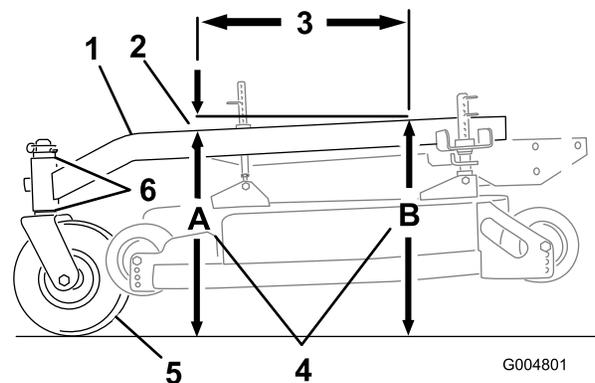

Figure 69
L'inclinaison avant/arrière du bâti porteur doit être comprise entre 3 mm (1/8 po) et 9 mm (3/8 po) sur 61 cm (24 po) de sa longueur (Figure 69).
- Mesurez 61 cm (24 po) sur le bâti porteur (Figure 69).
- Mesurez la hauteur du bâti porteur au point **A** (Figure 69).
- Mesurez la hauteur du bâti porteur au point **B** (Figure 69).
- La hauteur au point **A** doit être inférieure de 3 à 10 mm (1/3 à 3/8) par rapport au point **B** (Figure 69).
- Si ce n'est pas le cas, déplacez les entretoises des roues pivotantes de manière à obtenir l'inclinaison voulue de 3 à 10 mm (1/8 à 3/8 po) (Figure 69).